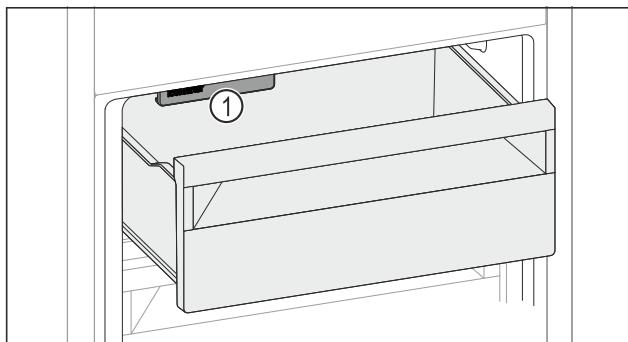

Fig. 154
- IceMaker Fig. 154 (1) berücksichtigen.